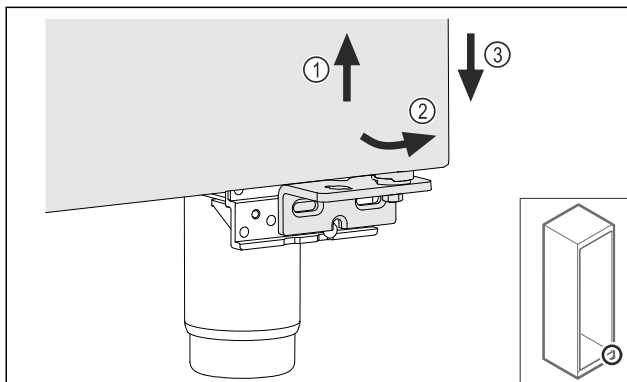

Fig. 20
- Løft døren en smule Fig. 20 (1), vip den fremad forneden Fig. 20 (2), og sænk den Fig. 20 (3).